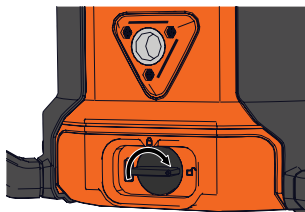

Figura 4
- Presione y gire la perilla de bloqueo de la batería hacia la derecha hasta la posición "UNLOCK" (desbloqueo) . (Figura 4)